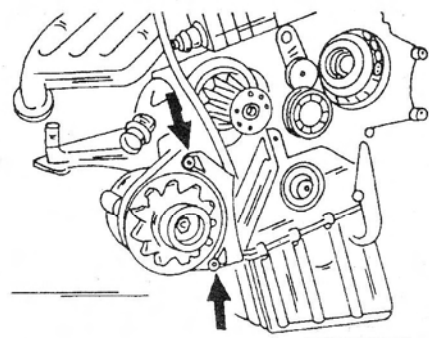

Рис. 240. Генератор крепится в указанных местах. Приводной ремень снят.
- Отвернуть и вытащить два болта крепления в нижней части генератора (рисунок 240).